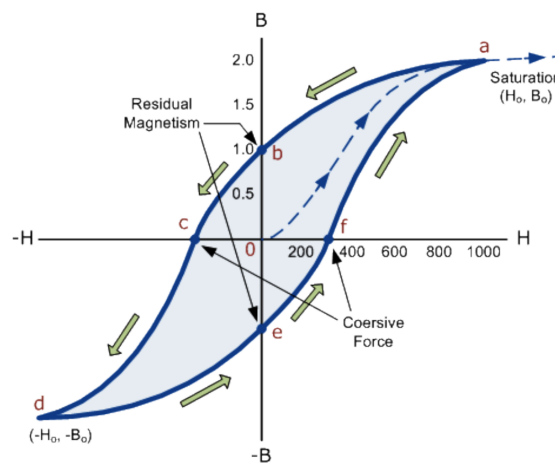

图 1: 铁磁材料的磁滞回线示意图
- 饱和磁感应强度：把物体放入外磁场 H 中，物体就会被磁化，在其内部产生磁场，设其内部磁化强度为 M ，磁感应强度为 B ，有 $B = \mu_0(M + H)$ 。起初磁化强度会随着外磁场的增大而增大，到达图 1 中所示的 a 点之后，材料已经被磁化到饱和状态，继续增大磁场 H 的时候磁化强度 M 并不增大，这个表示 M 刚刚达到饱和的 a 点对应的磁感应强度就是饱和磁感应强度。
- 剩余磁感应强度：如果将铁磁材料磁化到饱和状态后再减小磁场 H ，那么磁感应强度 B 会随着 H 减小而减小，但是不会沿着起始磁化曲线（图 1 中虚线）减小，而是会更加缓慢地减小，所以当外磁场降至 0 时，磁感应强度并不为 0，此时的 B 值（即图中 b 点对应的 B 值）成为剩余磁感应强度。
- 起始磁化曲线：当铁磁材料从磁中性（ $H = 0, B = 0$ ）时，给它加上由小变大的磁场 H 进行磁化时，磁感应强度 B 随 H 的变化曲线称为起始磁化曲线（即图 1 中虚线）。